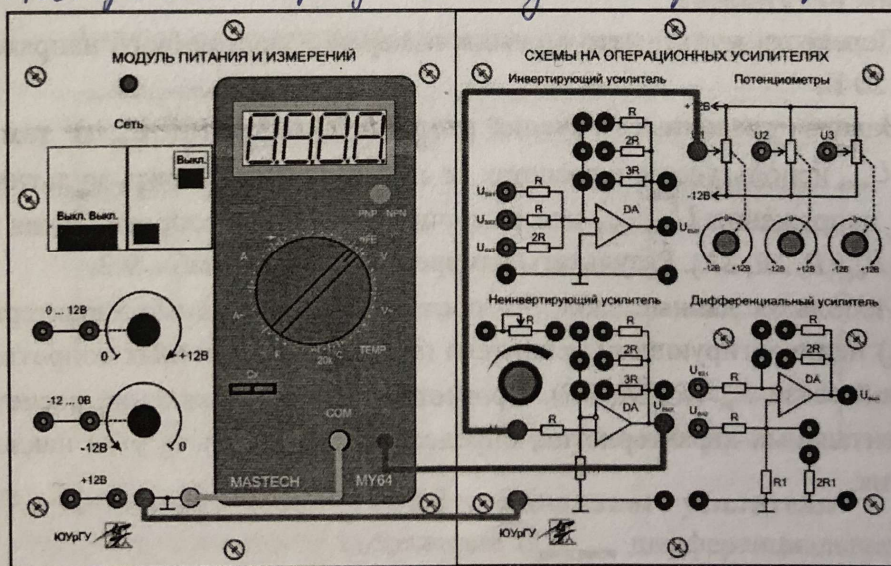

Рис. 9.4. Схема соединений лабораторных модулей для изучения инвертирующего усилителя (сумматора)
1.3. Согласно рис. 9.4 выполнить электрические соединения модулей для изучения инвертирующего усилителя (сумматора). **Монтаж схемы производить при отключенном питании.**
2.3. Согласно рис. 9.4 выполнить электрические соединения модулей для изучения неинвертирующего усилителя. **Монтаж схемы производить при отключенном питании.**